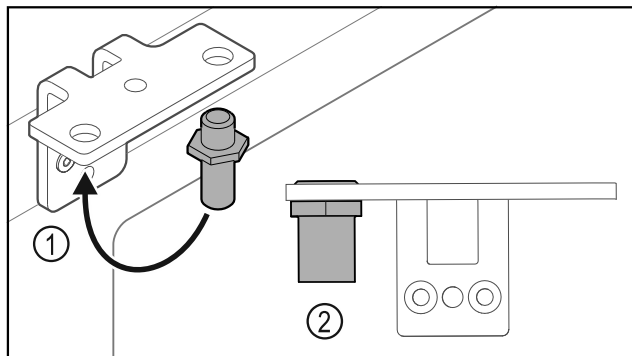

Fig. 21
- Spostare il perno Fig. 21 (1) nella cerniera angolare.
- Serrare il perno Fig. 21 (2) con una **coppia di 12 Nm**.